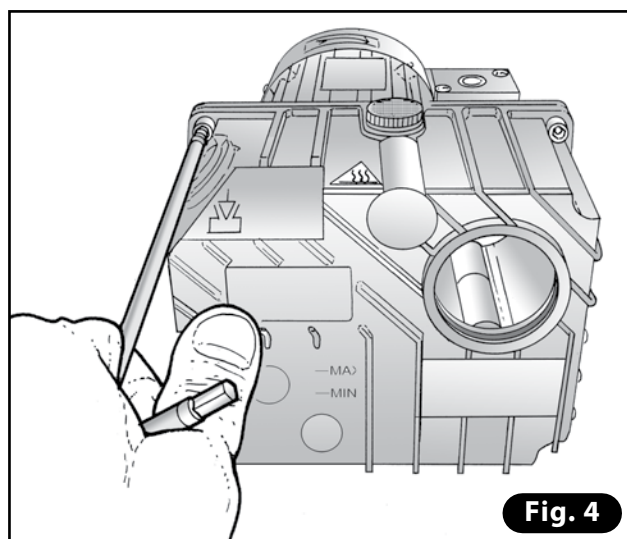

Fig. 4
- 3) Desatornille los tornillos del depósito del aceite y extráigalo (**Fig. 4**).